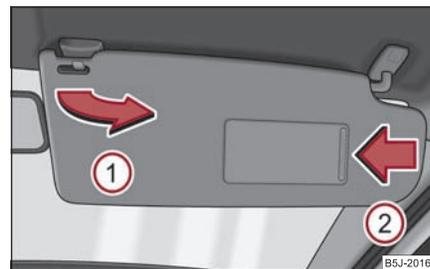

Fig. 55 Parasol: girar
La visera parasol para el conductor o acompañante se puede extraer de la fijación y girarla hacia la puerta en sentido de la flecha ① ⇒ fig. 55.